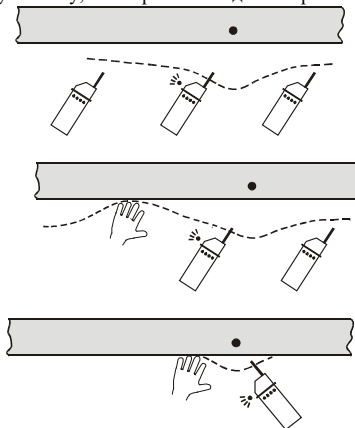

Рисунок 2
6.4 При обнаружении скрытой проводки (Рисунок 2) проверьте функционирование сигнализатора, нажмите на кнопку «4» (максимальная чувствительность), поднесите сигнализатор к стене, электроустановке, электроприбору, жгуту проводов и т.д., затем уменьшая чувствительность и расстояние до объекта, локализируйте зону, в которой наблюдается срабатывание сигнализатора.